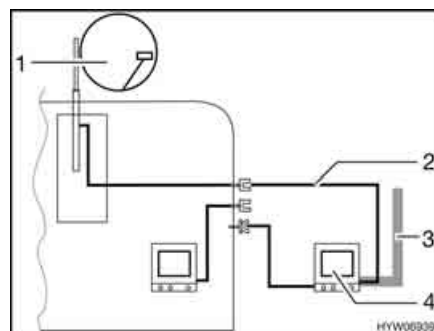

Fig. 159 TV nella tenda veranda
- TV nella tenda veranda (Fig. 159,4): Collegamento all'antenna del tetto (Fig. 159,1) con cavo di collegamento (Fig. 159,2)
- TV nella tenda veranda (Fig. 159,4): Collegamento a antenna esterna (Fig. 159,3)